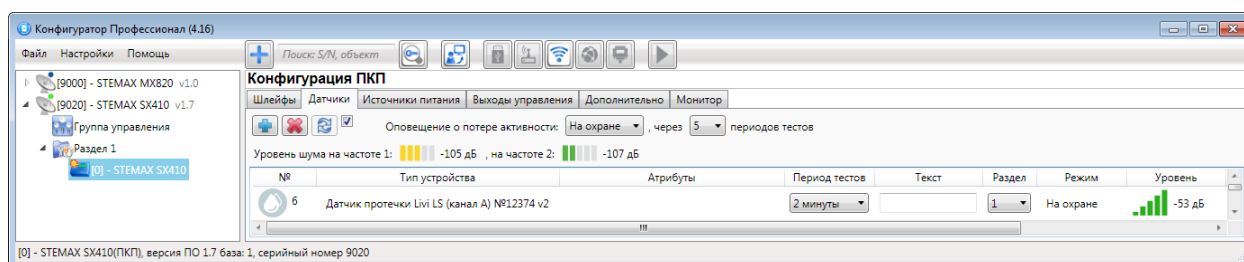

Рис. 5.26. Вкладка датчики (основные параметры работы радиоустройств)
В верхней части вкладки *Датчики* (Рис. 5.26) задаются основные параметры работы радиоустройств Livi.
1. На вкладке *Датчики* нажмите кнопку  (см. Рис. 5.26).